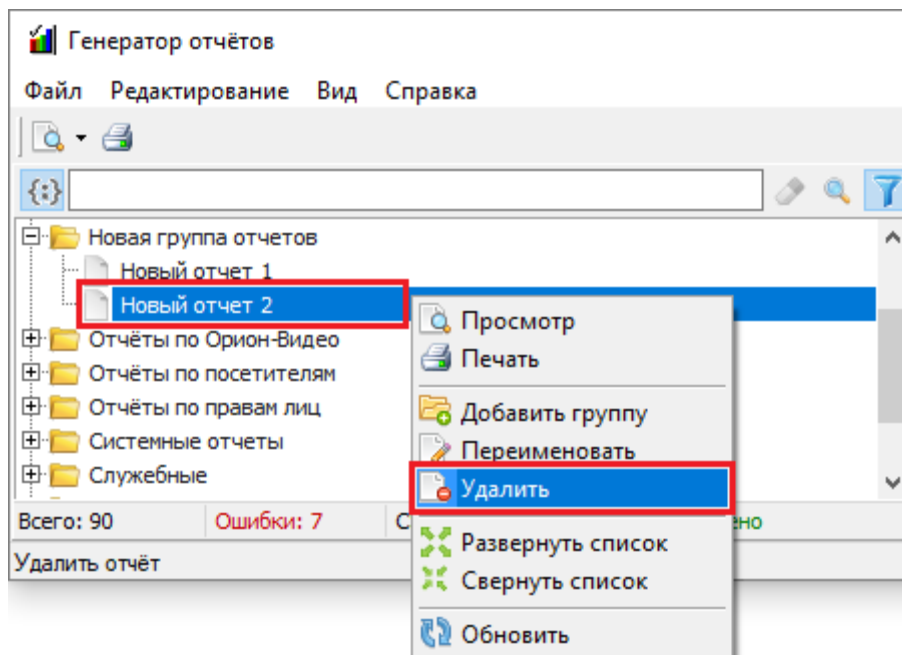

Рисунок 11-307 Удаление отчета через контекстное меню списка отчетов
- выберите в контекстном меню списка отчетов (см. п. 11.5.3.2.2) пункт « Удалить» (см. Рисунок 11-307),